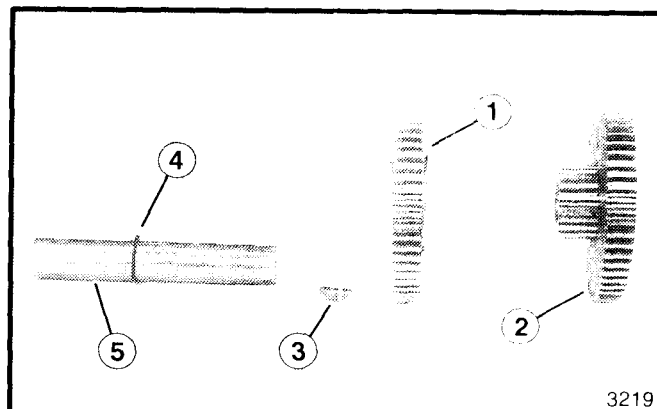

Figura 36. Eje Motor
15. Instale la chaveta y el engranaje grande sencillo (vea la figura 36) en el eje (asegúrese que la parte con